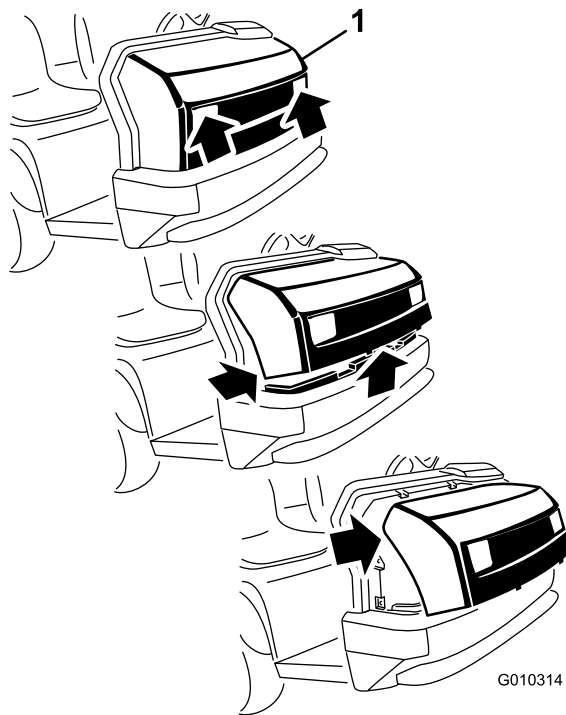

Figura 28
1. Afferrate il cofano dalle aperture dei fari, sollevatelo per sganciare le linguette di montaggio inferiori dalle fessure del telaio (Figura 28).
- Ruotate verso l'alto la parte inferiore del cofano in modo da estrarre le linguette di montaggio superiori dalle fessure del telaio Figura 28).
- Ruotate in avanti la parte superiore del cofano e scollegate i connettori dei fili dai fari (Figura 28).
- Inserite le linguette di montaggio superiori nelle fessure del telaio (Figura 28).
- Inserite le linguette di montaggio inferiori nelle fessure del telaio (Figura 28).